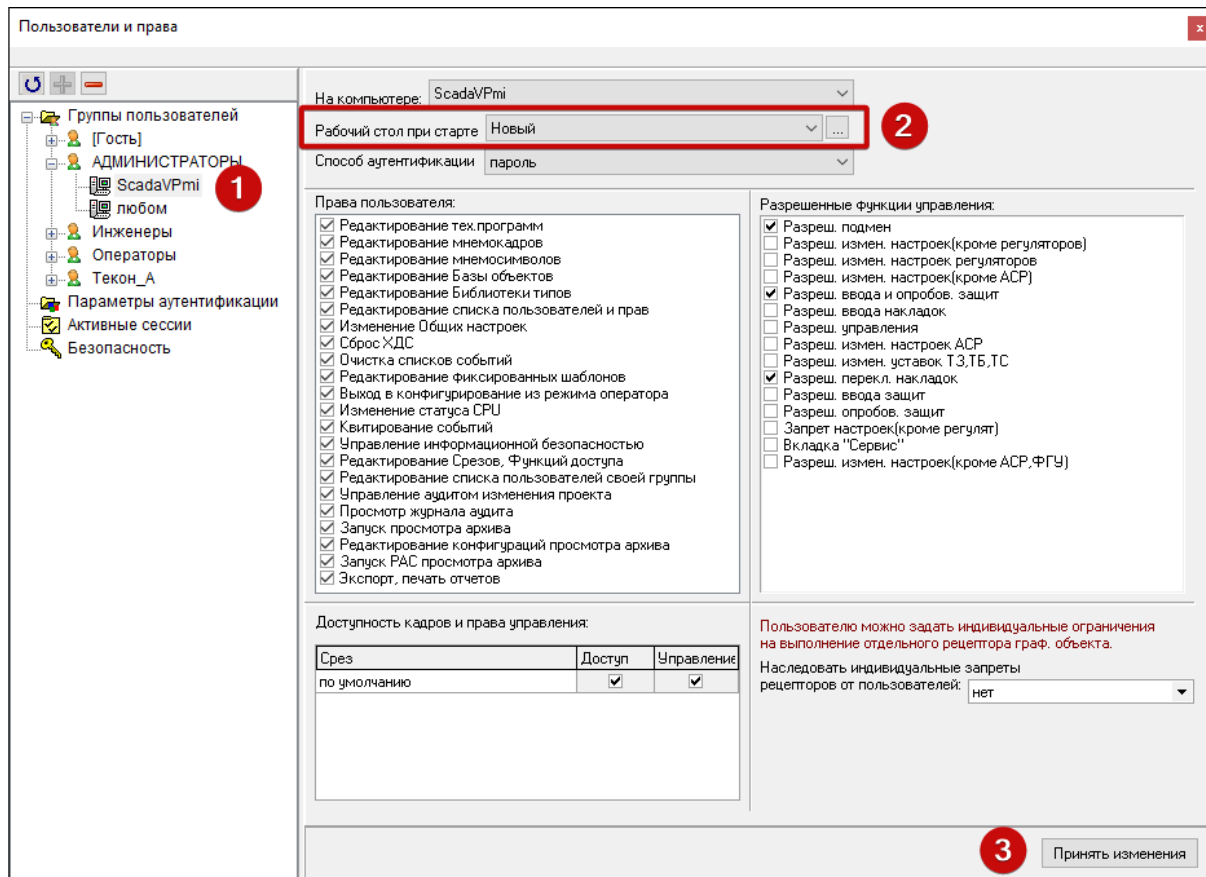

Рисунок 8.6. Выбор рабочего стола при старте
- 9) Раскройте нужную группу пользователей и выберите компьютер, на котором будет запускаться Операторская станция (рис. 8.6 [1]).